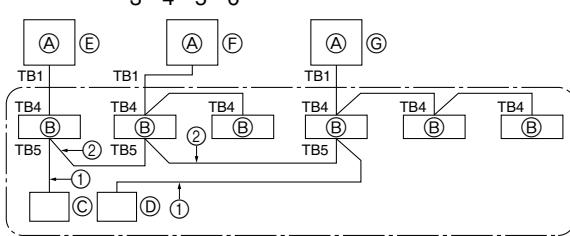

Fig. 10-1
① Включите питание (автоматическим выключателем).
② После закрытия запорного крана газа установите переключатель SWP на пульте управления наружного прибора в положение ON. Компрессор (наружный прибор) и вентиляторы (внутренний и наружный приборы) начинают работать, и начинается процедура восстановления хладагента. На пульте управления наружного прибора горят индикаторы LED1 и LED2.
③ Поскольку прибор автоматически останавливается через приблизительно две-три минуты после процедуры восстановления хладагента (индикаторы LED1 и LED2 горят), необходимо быстро закрыть запорный клапан газа. Пока индикаторы LED1 и LED2 горят и наружный прибор остановлен, полностью откройте запорный клапан жидкости и через три минуты повторите шаг ②.
④ Отключите питание (автоматическим выключателем).
10. Управление системой (Fig. 10-1)